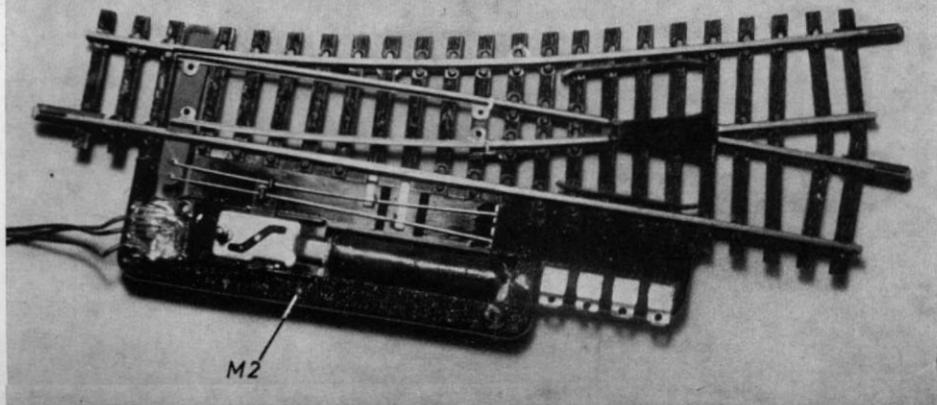

Abb. 4. Beim Umbau nach der Anleitung B verbleibt der Antriebsteil am Schwellenrost, nur die Spule wird gewissermaßen nach unten „durchgedrückt“.
4. Das freigewordene Loch im Plastikunterteil wird in Richtung der Ankerbewegung um etwa 15 mm verlängert (aussägen), damit der später einzusetzende Anker frei beweglich ist. (Er wird später mit dem Führungsschlitzteil nach oben eingesetzt; siehe Abb. 4.)
Abb. 4. Beläßt man an Trix-Wagen die verschiebbaren Puffer, dann kann man mit einer „Kurzkupplung“ immerhin auf einen Wulst-Abstand von 6,2 mm heruntergehen (Normalabstand 10 mm). Legt man sie fest (s. Bild), dann kommt man auf 4 mm. Nimmt man dagegen das Pufferstück heraus oder klebt man es starr und fast an die Stirnwand zurückgesetzt fest, dann kann dieser Wert auf ca. 2,5 mm herabgesetzt werden.
wir weitere Versuche mit Schnellzugwagenmodellen anderer Firmen an. Bei den Trixwagen (Abb. 4 und 6) konnten wir den Abstand – bei herausgenommener Pufferplatte – auf 2,5 mm herabsetzen. Mit Puffern erhöhte sich dieser Abstand sprunghaft auf 6,2 mm, weil durch die von Trix praktizierte Parallelverschiebung der Puffer (wegen der in Pufferebene angeordneten Kupplung notwendig) diese in den Kurven ausgerechnet dorthin verschoben werden, wo sie am meisten stören: nämlich nach dem Innenraum der Kurve zu. Würde man die Puffer festlegen (oder die Pufferbohle um einen nach der Wagenmitte zu versetzten Drehpunkt schwenken), dann könnte der Wagenabstand durchaus auf 4 mm (Abb. 4) reduziert werden. Da bei einer Kurzkupplung nach Abb. 6 die Original-Trixkupplung sowieso entfernt werden muß (die Puffer also kein diesbezügliches Hindernis mehr darstellen), kann man dann auch gleich noch den Mitnehmerstift für die Pufferbohle am Kupplungsträger wegfeilen und die Pufferplatte – fast bis an die Stirnwand zurückgesetzt – am Wagenboden festkleben. (Abstand dann ca. 2,2 – 2,5 mm.)